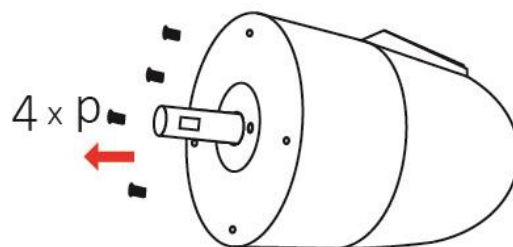

Abb. 10
2. Die vier Schrauben (p) vorne am Motor lösen. (Abb.10)